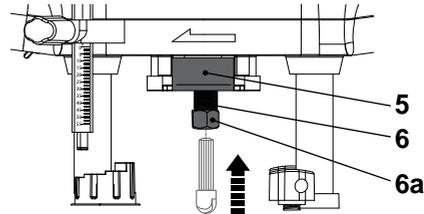

Fig. 6
- > Retirez la fraise de la pince de serrage [19] et insérez une nouvelle fraise si nécessaire (Fig. 6).